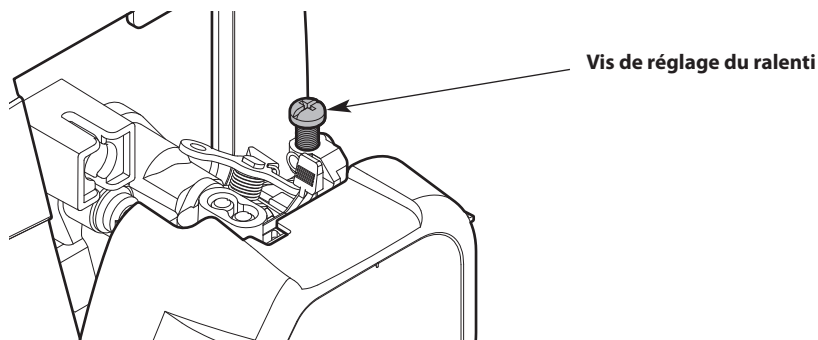

Fig. 19
- Si le moteur s'arrête, augmentez le régime de ralenti. Utilisez un petit tournevis cruciforme pour tourner la vis de ralenti vers la droite, de 1/8 de tour à la fois, et ce, jusqu'à ce que le moteur tourne bien au ralenti (Fig. 19).